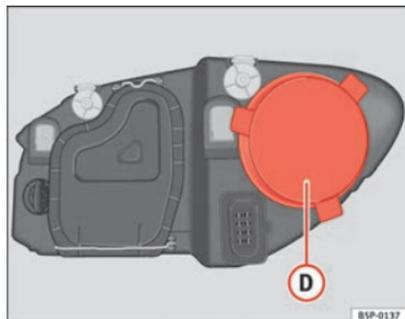

Fig. 194 Luz de población
- Retire la tapa ⇒ fig. 194 **D** tirando de la misma.